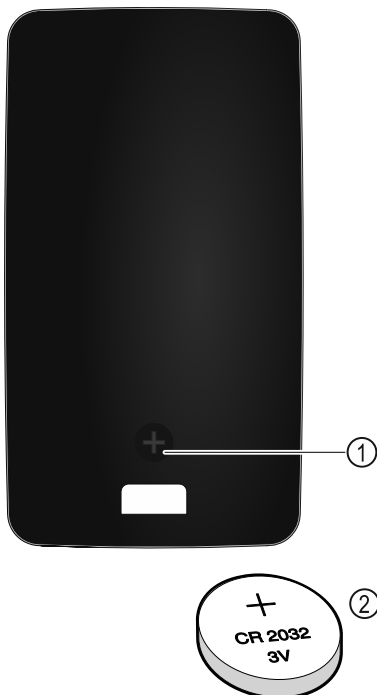

Fig. 220
Pilot jest zasilany baterią typu CR 2032 3 V Fig. 220 (2), dostępną w wyspecjalizowanych sklepach.
- ▶ Wykręcić śrubę Fig. 220 (1) z tyłu pilota.